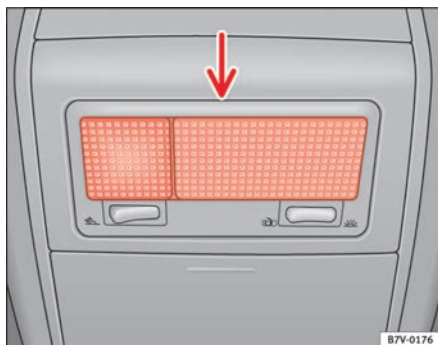

Fig. 169 Luz interior
- Introduzca un destornillador fino o un objeto similar entre la carcasa y el cristal (flecha) ⇒ **fig. 169** y quite el cristal con cuidado.